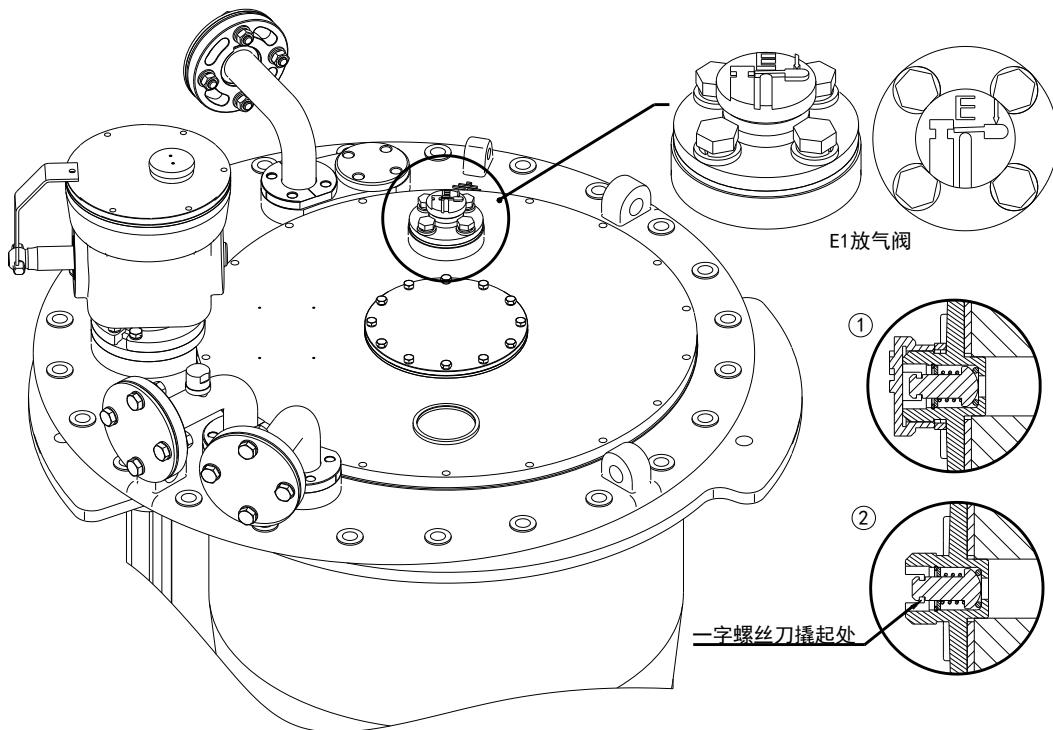

图 9-1 放气阀放气的操作步骤
- 用螺栓刀撬起阀杆给分接开关头放气直至内部油流出（见图 9-1）